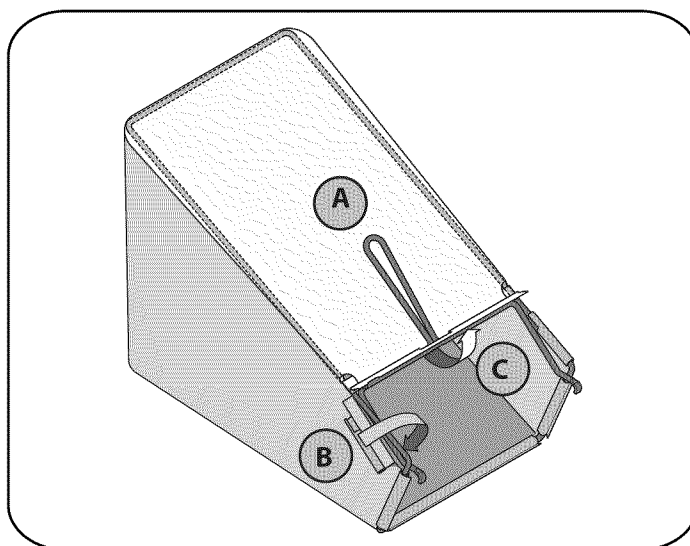

Figura 5
- b. Deslice el canal plástico de la bolsa sobre los ganchos del marco. Vea la Figura 5. Todos los canales plásticos excepto en la parte central superior de la bolsa se unen desde afuera de la bolsa.